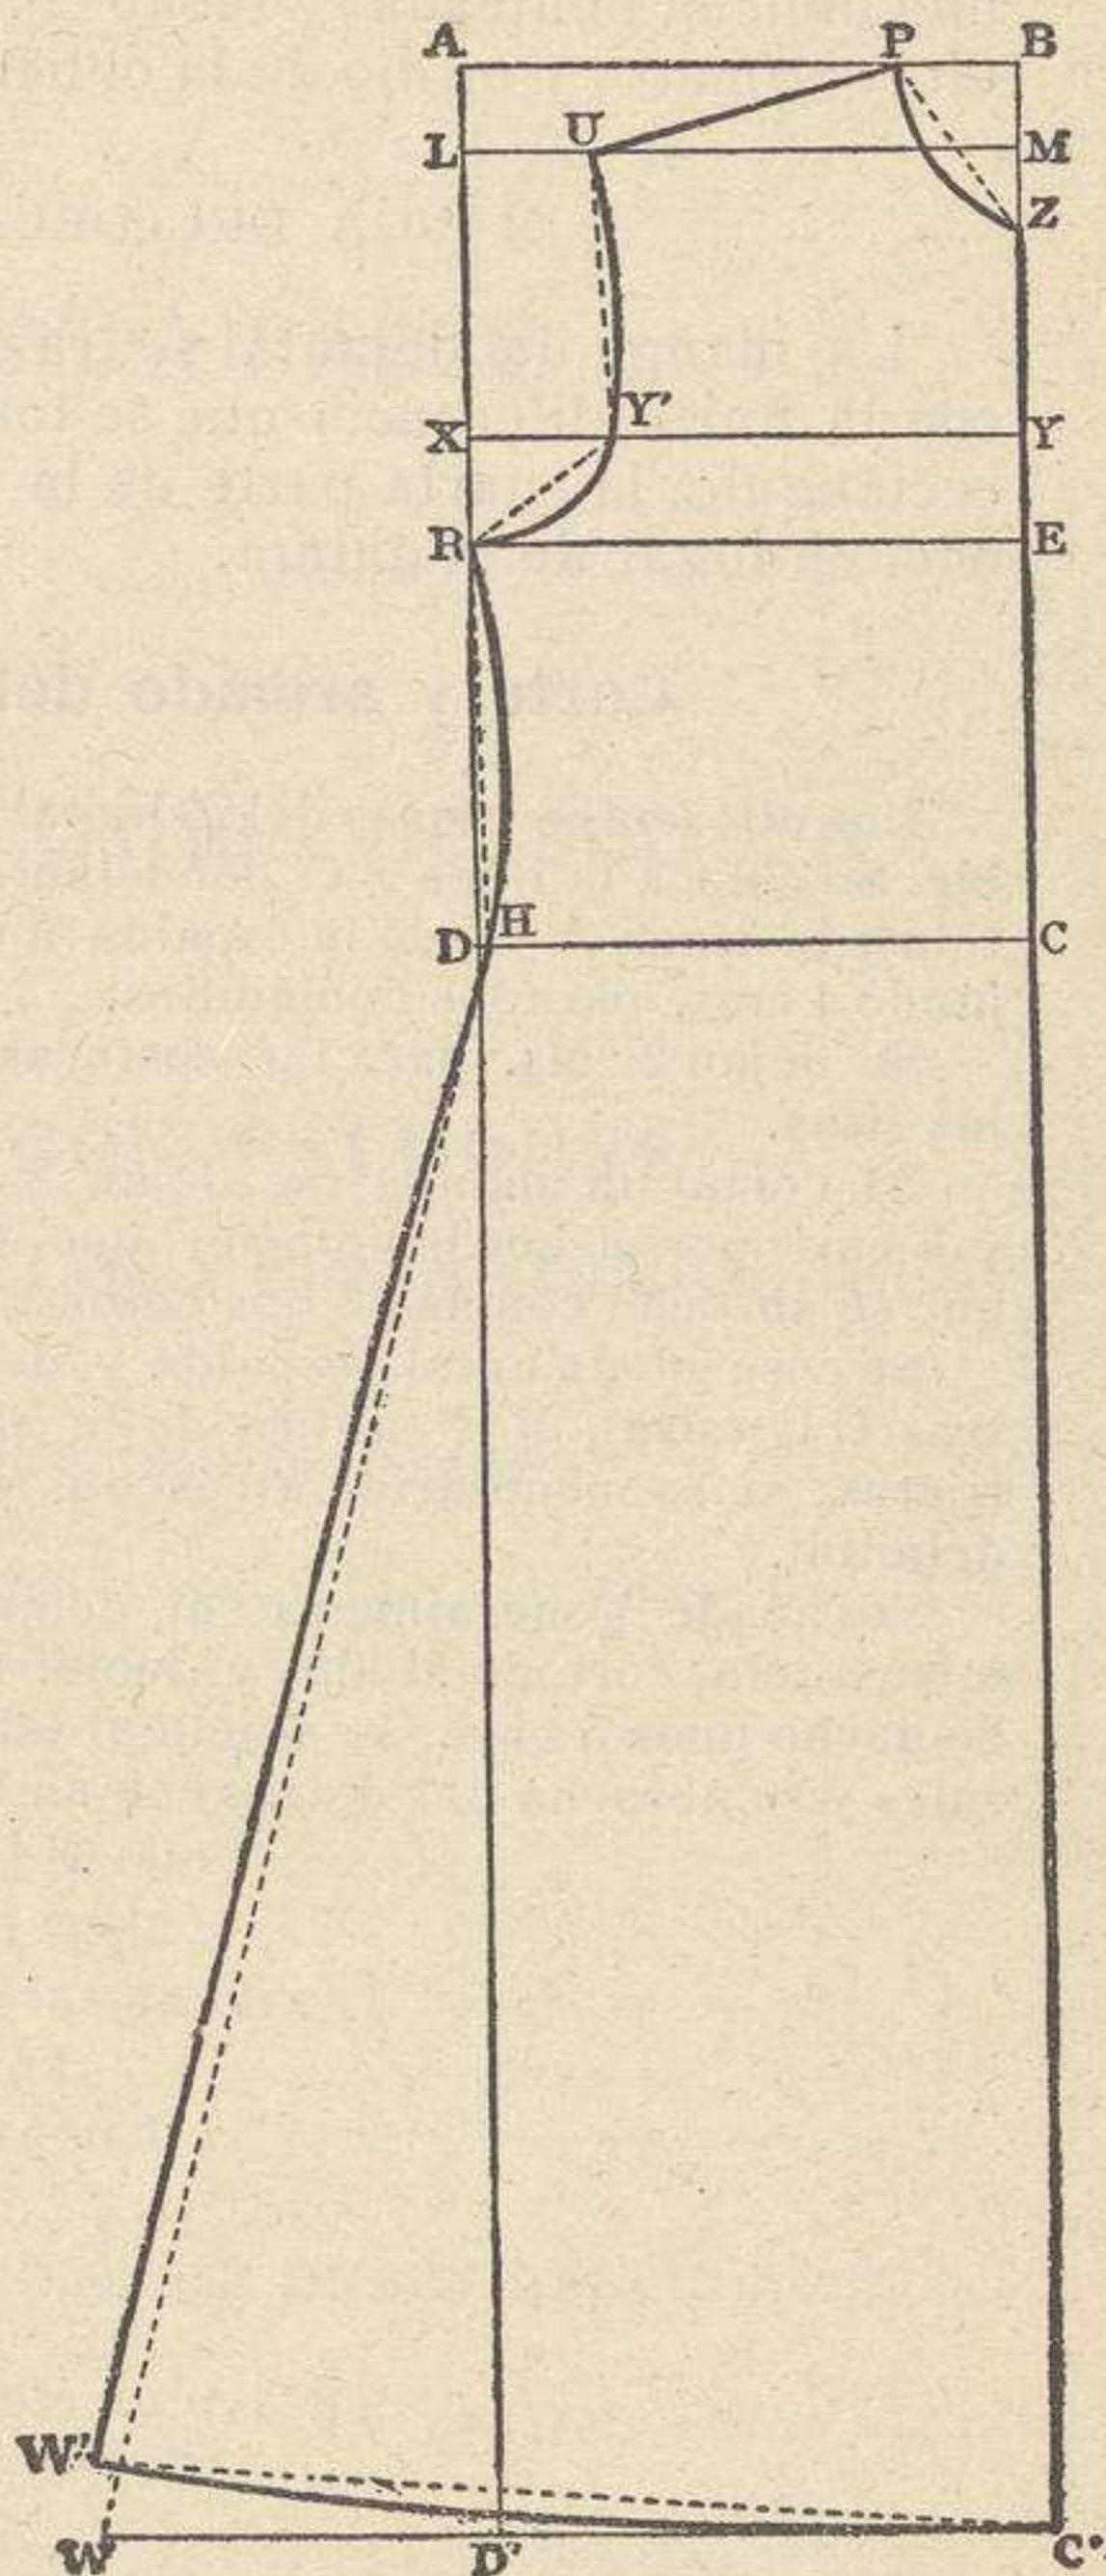

Fig. 46 ( $\frac{1}{8}$  del tamaño real).
**Rectángulo ABCD.**—Se traza un rectángulo ABCD (fig. 46), cuya longitud sea la primera longitud del delantero, y cuyo ancho sea la media circunferencia del pecho menos el medio ancho de la espalda.